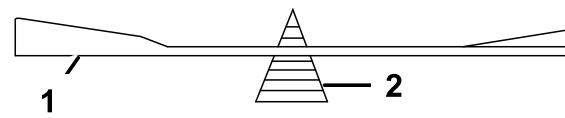

Figura 59
2. Controllate l'equilibrio della lama posizionandola su un bilanciatore (Figura 59).